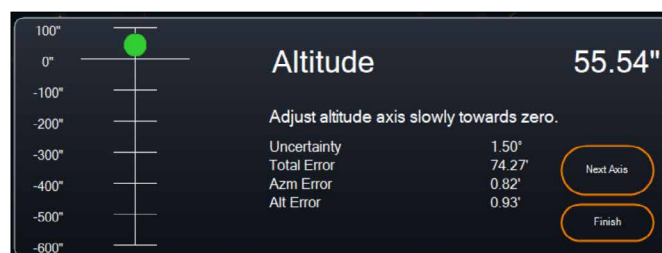

Abb. 19: Fenster zur Anpassung der Höhenachse während der Polausrichtung in CPWI.
5. Klicken Sie auf „Next Axis“, wenn Sie mit den Anpassungen des Azimuts fertig sind. Das Fenster zum Einstellen der Höhenachse wird angezeigt (Abb. 19).